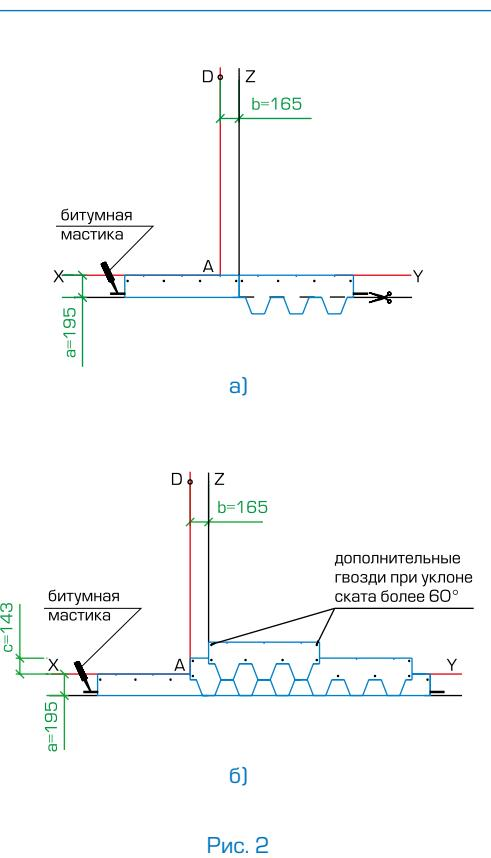

Рис. 2
Укладка материала (рис. 2)
- Начальный ряд формируется из листов черепицы НОРДИК с обрезанными лепестками. Полученные таким образом полосы шириной 19,5 см укладываются по линии карниза в обе стороны от линии Z (рис. 2а) и фиксируются по нижнему краю битумной мастикой, а по верхней кромке 4 гвоздями (сось гвоздей на 5 см ниже верхнего края полосы);
- далее первый ряд черепицы укладывается от линии AD (рис. 2б);
- второй ряд укладывается от линии Z (со смещением 16,5 см от AD) (рис. 2б);